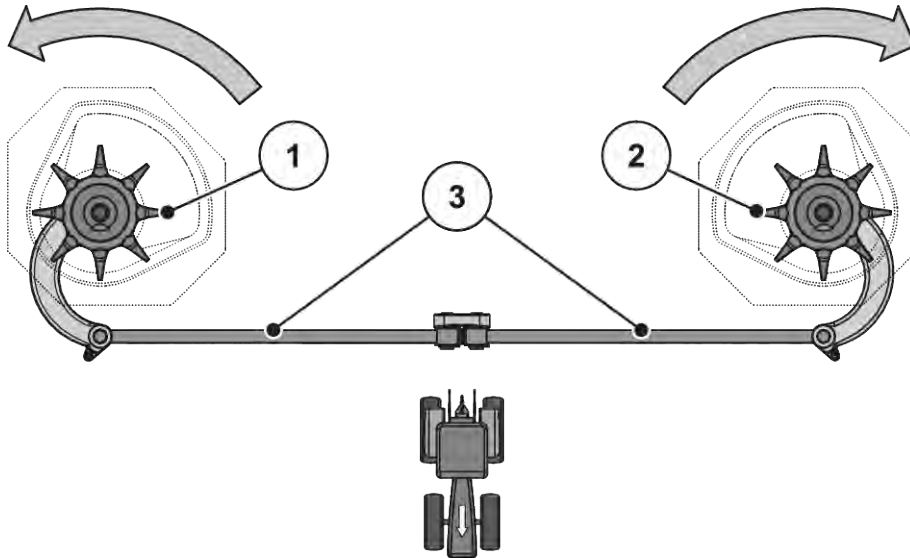

Рис. 54: Проверка привода мешалки
- Поверните рукой головку мешалки **в направлении вращения разбрасывающего диска**. См. Рис. 54 Проверка привода мешалки.
- Поверните головку мешалки с усилием рукой или с помощью ленточного ключа для масляного фильтра **против направления вращения разбрасывающего диска**. См. Рис. 54 Проверка привода мешалки